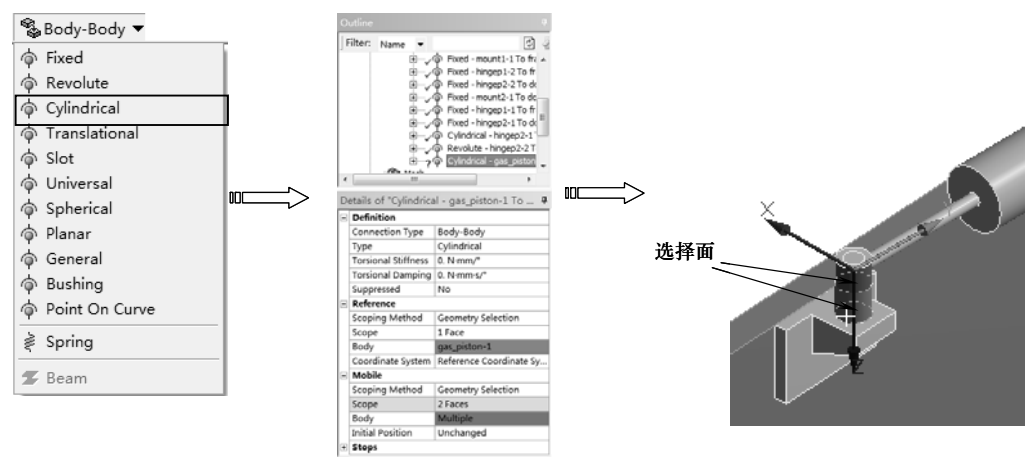

图 10-88 创建柱面运动副
11) 单击【Connections】工具栏上的【Body-Body】|【Cylindrical】命令，分析树中增加【Cylindrical-No Selection To No Selection】节点。分别选择如图 10-88 所示的表面，单击详细设置窗口中的【Reference】和【Mobile】列表中【Body】下的【Apply】按钮完成，如图 10-88 所示。